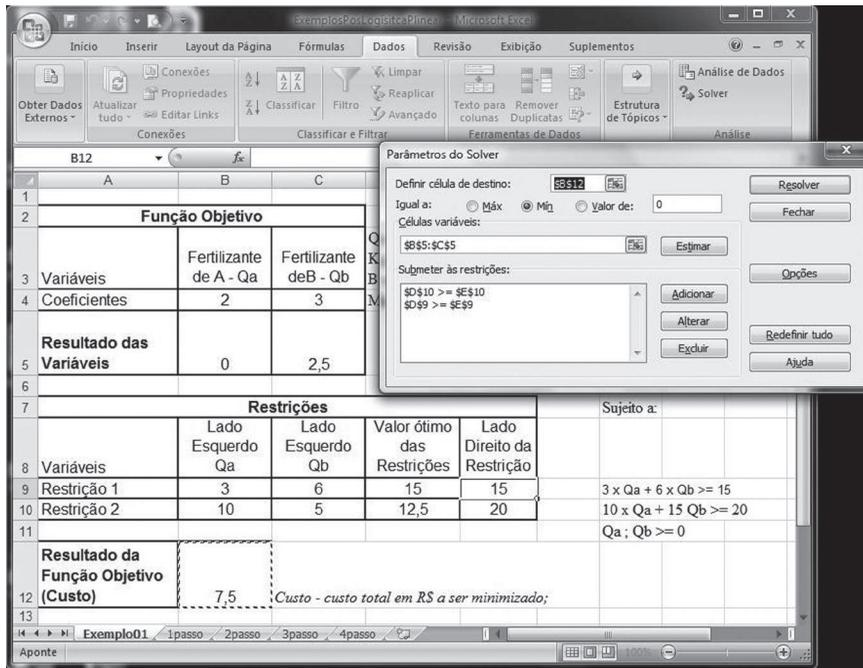
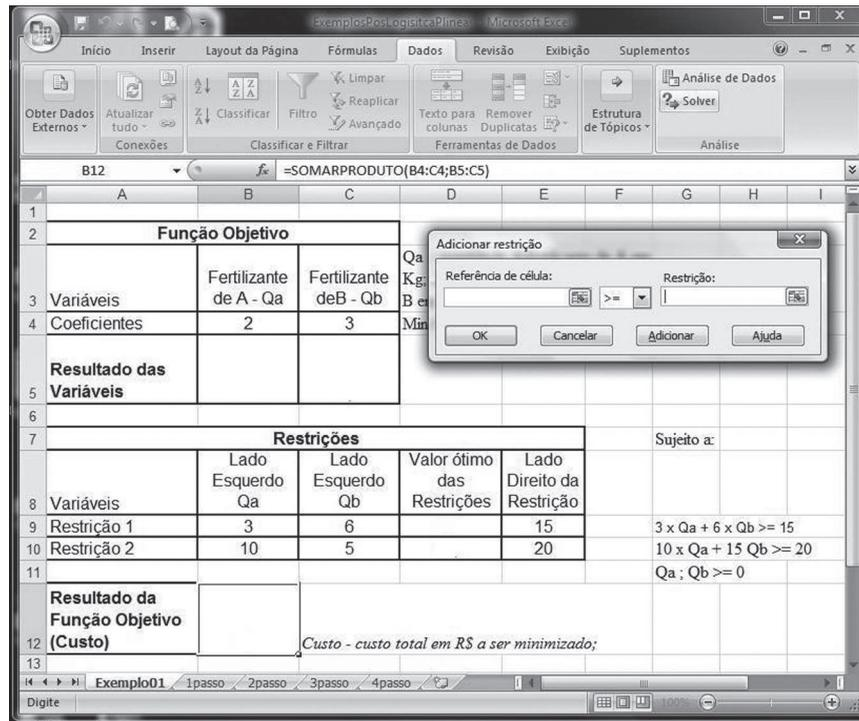
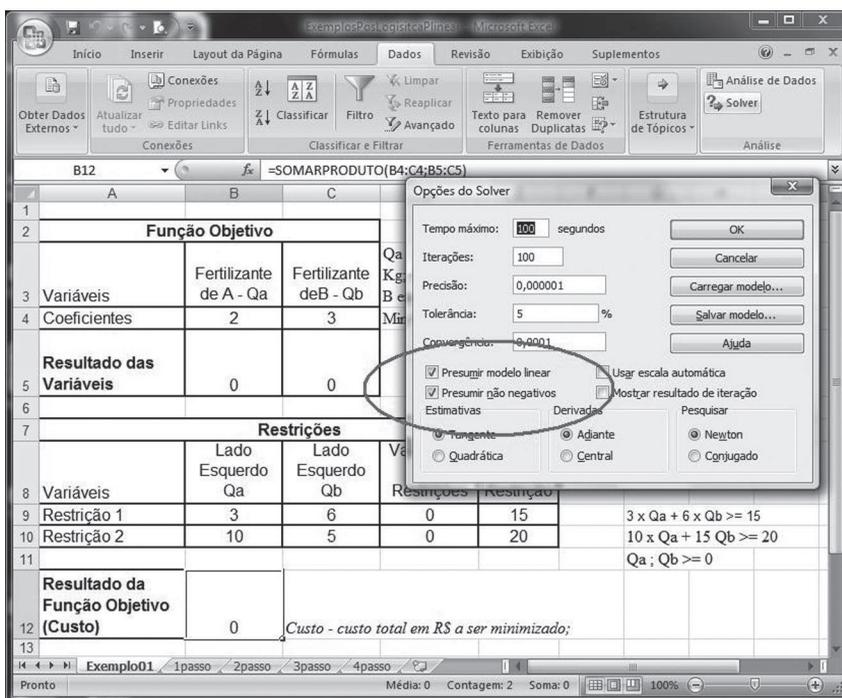
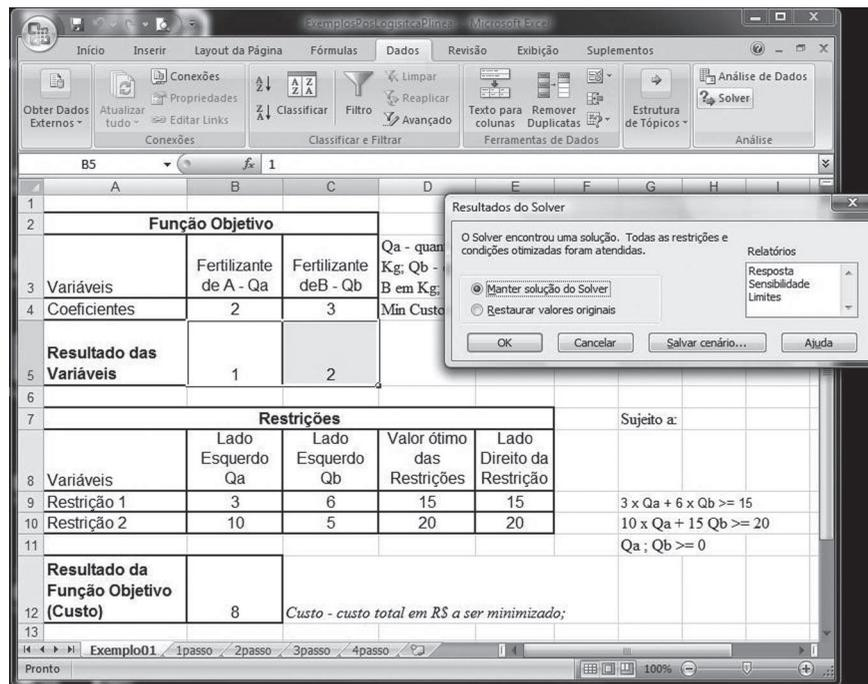

Figura 17: Quinto passo - Entrada dos parâmetros do Solver
Figura 18: Sexto passo – Entrada das restrições no Solver
Figura 19: Entrada das opções para solução do problema pelo Solver
Figura 20: Sétimo passo – Rodar o Solver para encontrar a solução do Modelo de Programação Linear
Quinto passo: você deve dar entrada nos parâmetros do Solver, conforme Figura 17. Se você estiver usando o Excel do Windows XP, vai encontrar o Solver no item de menu **Ferramentas**. No caso do Excel do Windows Vista, você vai encontrar o Solver no menu **Dados**, normalmente no canto esquerdo da tela. Para não ficar colocando uma figura a cada entrada de parâmetros do Solver, decidimos colocar somente a Figura 17 e depois, com base nela, apresentamos os parâmetros que você deve ir digitando no Excel. Na tela do Solver, à sua direita, na parte superior, você verá os seguintes parâmetros:
- ▶ **Submeter às restrições:** é o local onde você vai informar as restrições do problema. Para essa situação, você verá na Figura 17 como entrar com as restrições.
Para a entrada das restrições no Solver, você deve clicar o botão **Adicionar** e então aparecerá a tela que pode ser vista na Figura 18, na qual você verá a tela de **Adicionar Restrição**. Nessa tela, você vai digitar no espaço do lado esquerdo, **Referência de célula**, o valor $\$D\9 , que é o espaço que você deixou para o Solver calcular o valor ótimo das restrições. Logo à direita do espaço da **Referência de célula** temos o sinal, que no exemplo da primeira restrição é “>=”. Depois, mais à direita, temos a **Restrição** que representa o valor do lado direito da restrição. No exemplo, a primeira restrição tem o valor da célula $\$E\9 . Para o exemplo que você está construindo existem duas restrições, assim você deve clicar no botão **Adicionar** e entrar com $\$D\10 , \geq e $\$E\10 e depois clique no botão **Ok**. Você então retornará para a tela da Figura 17.
Depois disso, você deve clicar no botão **Opções**, conforme a tela da Figura 17, e aí aparecerá a tela da Figura 19. Na tela **Opções do Solver** da Figura 19, você deve se certificar de que os campos **Presumir modelo linear** e **Presumir não negativos** estejam marcados com \checkmark . Para este curso, não é necessário que você se preocupe com os outros campos. A opção Presumir não negativo resolve a Restrição 3, que você não havia digitado no Excel até então.
Sétimo passo: você deve encontrar a solução do problema. Neste momento, você já entrou no Excel com todos os dados necessários para que ele possa executar seu modelo de dados. Agora, você deve clicar no botão **Resolver** na tela da Figura 19 para aparecer outra tela, que pode ser vista na Figura 20. Como você pode reparar na Figura 20, o Solver já calculou a resposta, ou seja, as células B5 e C5 já foram preenchidas com os valores ótimos para a quantidade de fertilizante do fornecedor A e do fornecedor B, respectivamente. Além disso, ele também preencheu o valor da Função Objetivo, célula B12, que representa o custo mínimo alcançado. Mantenha a opção **Manter solução do Solver** e clique no botão **Ok**, se quiser, imprima sua planilha com o resultado do modelo.
3. **Submeter às restrições:** você deve clicar no botão **Adicionar** e entrar na tela, semelhante à da Figura 18.
Esses são os dados que devem entrar nas restrições. Após tê-los digitado, não se esqueça de clicar no botão **Opções** e se certificar de que os campos **Presumir modelo linear** e **Presumir não negativos** estejam marcados com \checkmark , conforme você fez a partir da Figura 19, do Exemplo 1. Pronto! Mais um modelo conhecido. Se você fez tudo certo, deve chegar à tela de resultados conforme a Figura 22.